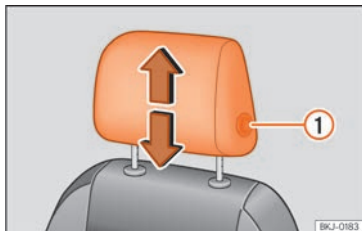
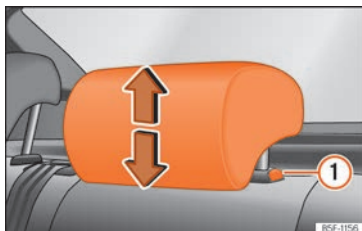

Fig. 119 Sedile anteriore: regolazione del poggiatesta.
Fig. 120 Poggiatesta posteriore: regolazione del poggiatesta.
» fig. 119 ①; per abbassare quelli posteriori è sufficiente premere il tasto » fig. 120 ① » ⚠ in Introduzione al tema a pag. 131.
- Premere il pulsante laterale » fig. 119 ① e rimuovere il poggiatesta.